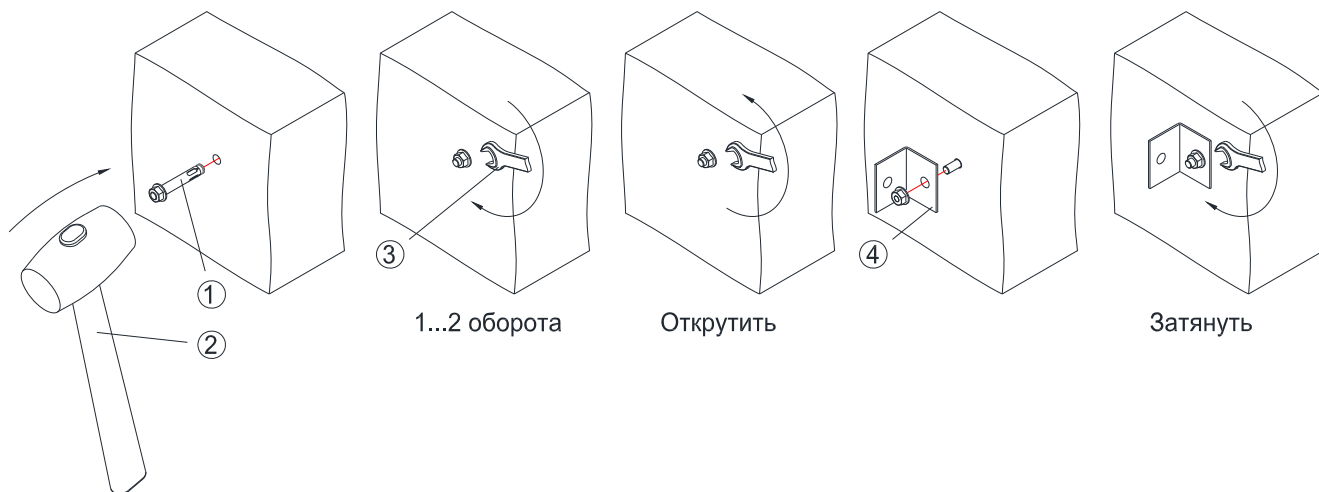

Рисунок 57
9.2.2.4 Монтаж болта анкерного (рисунок 57):